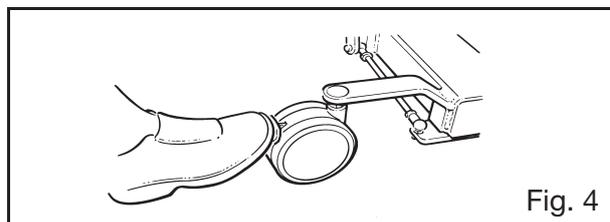

Fig. 4
**Freins des roues du châssis :** Les roues arrière du châssis sont munies de freins que l'on peut bloquer avec le pied (voir fig. 4).